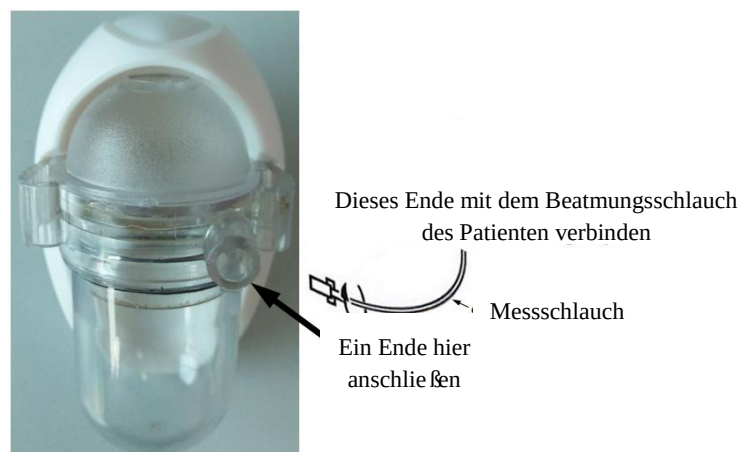

Abbildung 6.31 Anschluss der Entwässerungsflasche
3. Verbinden Sie ein Ende des Messschlauchs wie in Abbildung 6.31 dargestellt mit dem Gewindenippel der Entwässerungsflasche und verbinden Sie das andere Ende mit dem Beatmungsschlauch des Beatmungsgeräts oder Narkosegeräts des Patienten oder mit dem Gewindenippel, der in anderen Atemwegen einen Durchmesser von $\varnothing$ 10 mm hat (ein Abschnitt des angeschlossenen Schlauchs, der über einen Gewindenippel mit $\varnothing$ 10mm Durchmesser verfügt, muss verbunden werden, falls solch ein Ausgangsnippel nicht verfügbar ist). Oder befestigen Sie den Messschlauch unter Verwendung von Klebeband direkt in den Nasenlöchern des Patienten.